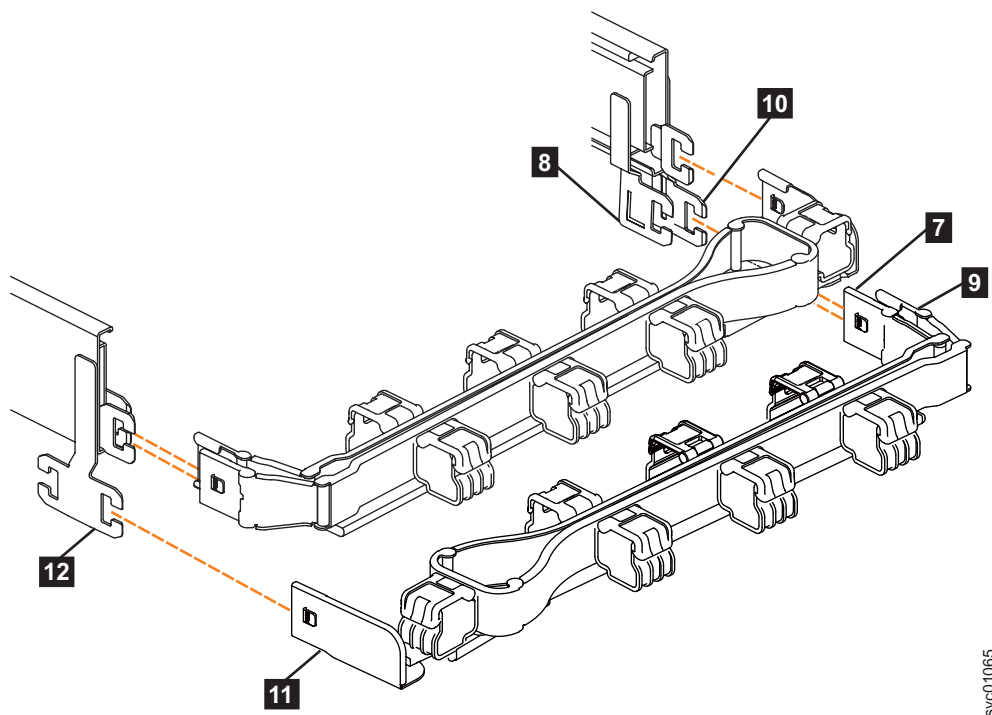

Figura 77. Comparando o local dos componentes dos conjuntos de CMA
Nota: O procedimento para conectar o conjunto de CMA inferior é o mesmo que o procedimento para conectar o conjunto de CMA superior. No entanto, os locais do conector são inversos. Para comparação, Figura 77 na página 78 mostra os conjuntos superior e inferior de CMA, conforme eles são alinhados aos trilhos de suporte. O conector do trilho de suporte do CMA superior é preso ao trilho direito. O conector do trilho de suporte do CMA inferior **11** é preso ao trilho esquerdo.
5. Instale o conector interno do conjunto de CMA inferior (**7**) no membro interno do trilho de suporte direito (**8**), conforme mostrado em Figura 77).
6. Instale o conector externo do conjunto de CMA inferior (**9**) no membro externo do trilho de suporte direito **10**, conforme mostrado em Figura 77.
7. Prenda o conector do trilho de suporte no conjunto de CMA inferior (**11**) ao conector do trilho de suporte esquerdo (**12**), conforme mostrado em Figura 77. Assegure-se de que o conjunto de CMA inferior esteja preso firmemente aos ganchos no final dos trilhos de suporte.